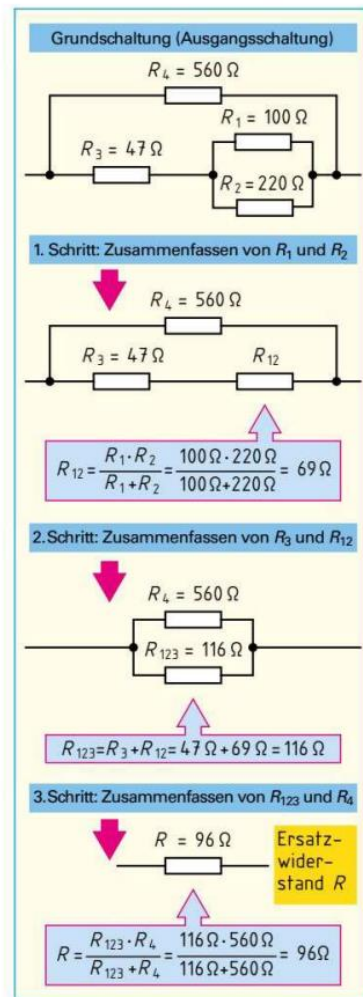

Bild 1: Gemischte Schaltung
- Zusammenfassen von Reihen- oder Parallelschaltungen zu einem Ersatzwiderstand (**1. Schritt in Bild 1**) nach den Gesetzen der Reihen- oder Parallelschaltung.
- Die neu entstandenen Schaltungen, die als Reihen- oder Parallelschaltungen vorliegen, sind wieder zu einem Ersatzwiderstand zusammenzufassen (**2. Schritt in Bild 1**).
- Schritte wiederholen, bis nur noch ein Ersatzwiderstand vorliegt (**3. Schritt in Bild 1**).
**Unbelasteter Spannungsteiler.** Dem unbelasteten Spannungsteiler (**Bild 1**) wird kein Strom entnommen. Diesen Fall nennt man **Leerlauf**. Die Gesamtspannung  $U$  wird in die Teilspannungen  $U_1$  und  $U_{20}$  aufgeteilt. Die **Leerlaufspannung**  $U_{20}$  verhält sich zur Gesamtspannung  $U$  wie der Widerstand  $R_2$  zum Gesamtwiderstand  $R$  ( $R = R_1 + R_2$ ).